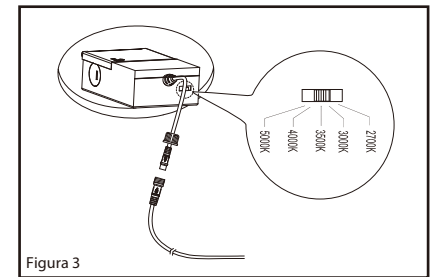

Figura 3
6. Conecte la caja de conexiones al panel LED empotrado con el conector de conexión rápida. (Figura 3)
7. Mueva el interruptor deslizante a su color de luz apropiado (2700K /3000K /3500K /4000K /5000K). Coloque la caja de conexiones en el techo a través del recorte. (Figura 3)